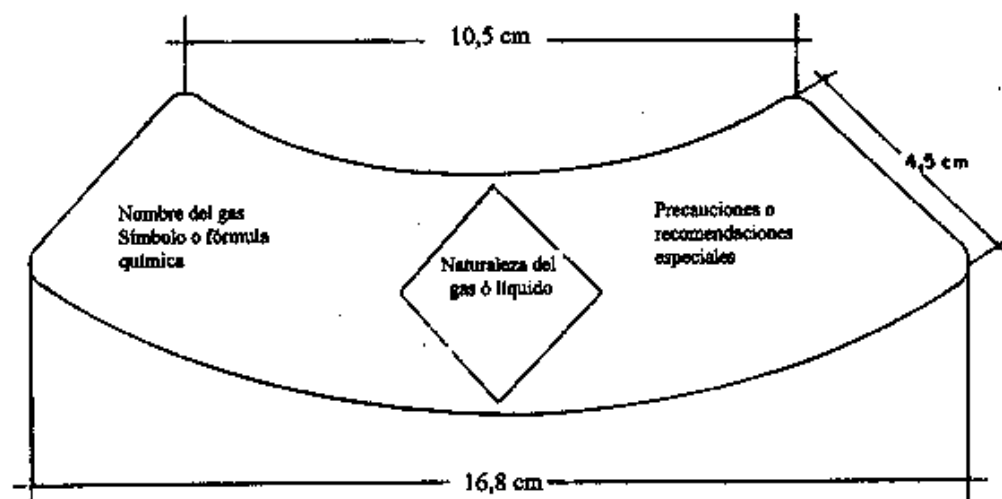

Figura 2. Etiqueta adhesiva colocada en el cilindro.
6.1.1 La etiqueta adhesiva se debe diseñar de acuerdo con la figura 2.